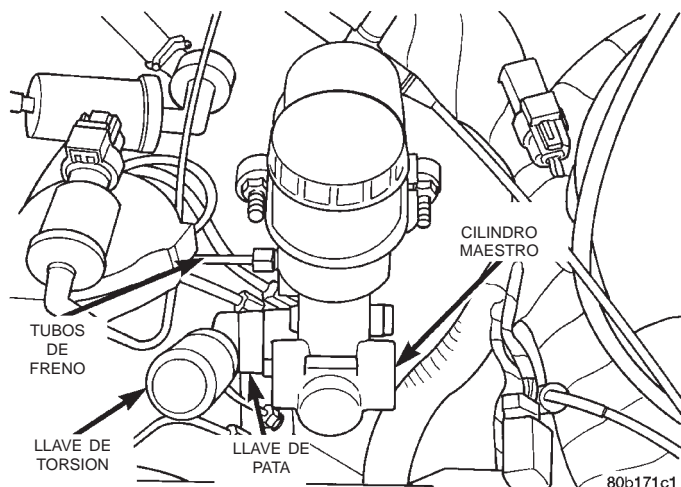

Fig. 31 Torsión de las tuercas de tubos de freno en el cilindro maestro
(16) Con una llave de pata (Fig. 31) apriete las tuercas de tubos de freno en el cilindro maestro con una torsión de 17 N·m (145 lbs. pulg.).